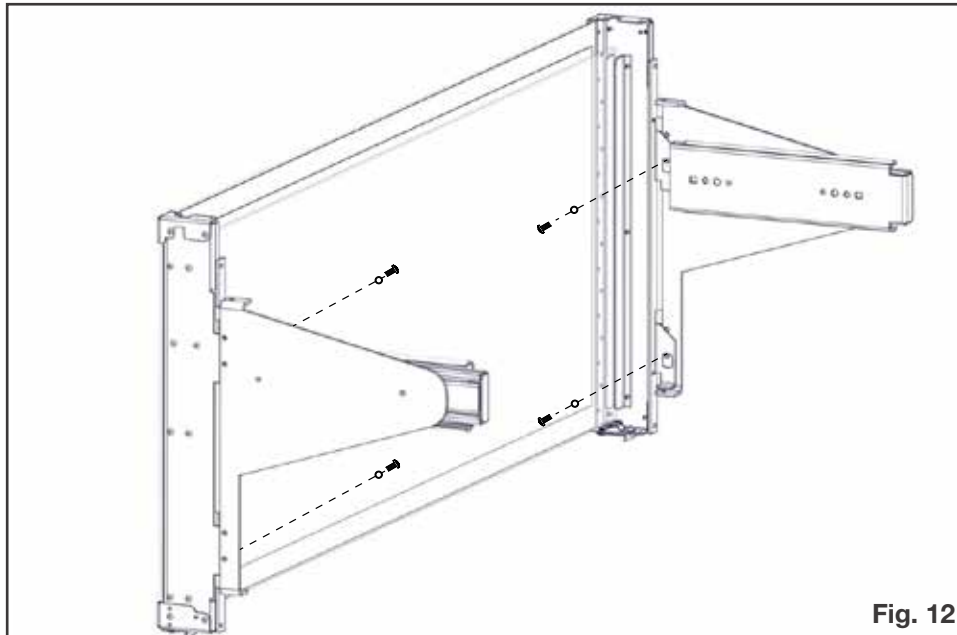

Fig. 12
9. Fixez le TGGa au moyen d'une attache et d'une rondelle en haut et au bas de chaque support coulissant (total de 4), en tenant le TGGa fermement sur la surface de son support coulissant tout au long de l'étape (**Fig. 12**). Serrez assez fermement pour que le TGGa tienne contre son support coulissant. Ne serrez pas complètement avant d'avoir terminé l'ajustement ni pendant l'installation finale du TGGa.